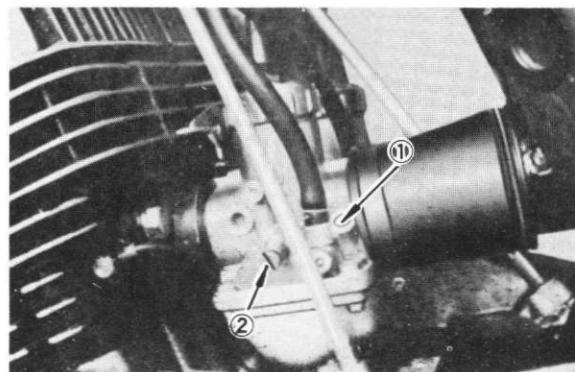

Fig. 4-18-4
- e. Start the machine and let it warm up. Synchronize the idle speed so that both cylinders pull evenly at 1,300-1,500 rpm. The idle speed adjustor is screwed into the side of the carburetor. Screwing it in increases idle speed, screwing it out decreases idle speed (Fig. 4-18-4).
- e. Mettre le moteur en marche et le laisser se réchauffer. Synchroniser les vitesses de ralenti de telle sorte que les deux cylindres aient un régime uniforme compris entre 1.300 et 1.500 tr/mn. La vis de réglage de la vitesse de ralenti est prévue sur le côté de chaque carburateur. En la vissant, on augmente la vitesse de ralenti; en la dévissant, on diminue la vitesse de ralenti (Fig. 4-18-4).
- e. Motor in Gang bringen und warmlaufen lassen. Die Leerlaufgeschwindigkeit ist so zu synchronisieren, dass beide Zylinder mit einer Drehzahl von 1.300-1.500 regelmäßig arbeiten. Die Regulierschraube für die Leerlaufgeschwindigkeit des Motors ist seitlich am Vergaser eingeschraubt. Durch Hineinschrauben wird die Leerlaufgeschwindigkeit erhöht und durch Herausschrauben herabgesetzt (Abb. 4-18-4).